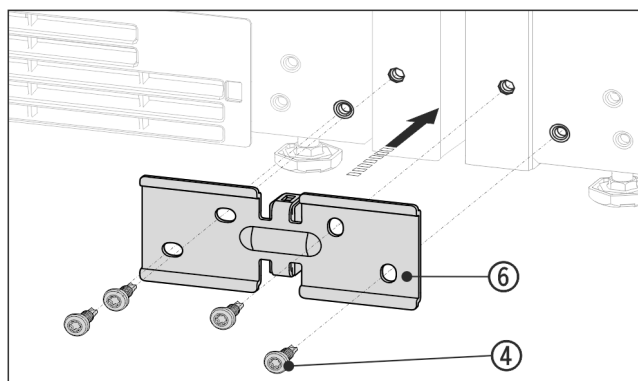

Fig. 15 例图
- 使用间隔垫片将角 Fig. 15 (6) 推入设备之间，并使用四颗螺栓 Fig. 15 (4) 旋松。